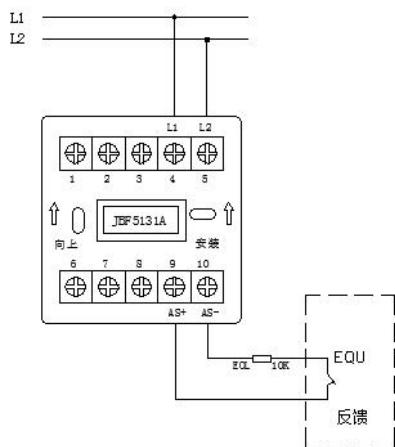

图 4 接线方式：监视无源断开应答的现场设备
- 监视无源断开应答的现场设备时：AS+（端子 9）、AS-（端子 10）：接应答（无源触点），连接在 AS+和 AS-上的监视设备的动开端必须串联 10KΩ终端电阻。接线示意图如图 4：